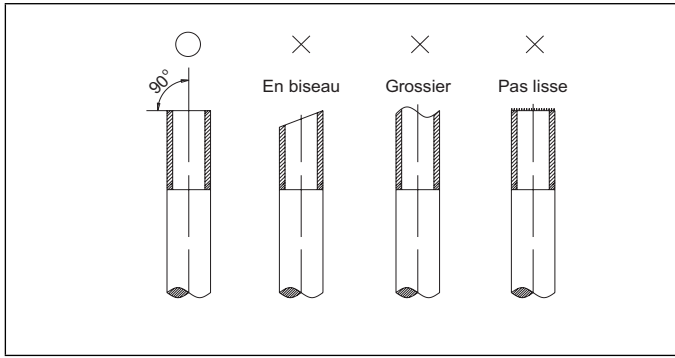

Figure 23. Coupe des conduites
4. Couper les conduites avec un coupe-tube. Les coupes doivent être plates et lisses comme illustrées à la «Figure 23. Coupe des conduites».